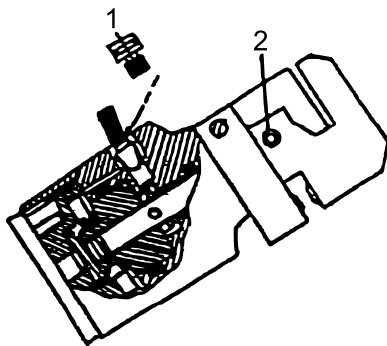

Figure 2
2. Si nécessaire, remplissez le système hydraulique avec de l'huile hydraulique de haute qualité. Retirez le bouchon d'huile **(13)**, ajoutez de l'huile, puis réinsérez le bouchon d'huile **(13)** (voir Fig. 2).